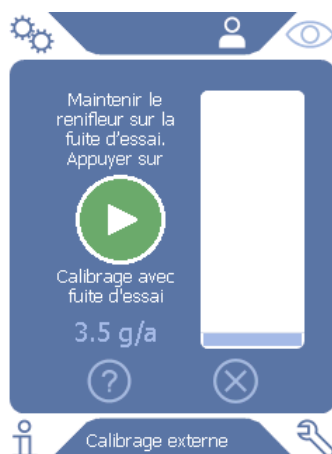

Fig. 14: Affichage pour le calibrage externe
- 2 Saisissez le taux de fuite pour calibrer le gaz de test et confirmez avec . Alternativement, réglez le taux de fuite souhaitée sur la fenêtre de calibrage de l'écran tactile, voir "Fig. 14: Affichage pour le calibrage externe", page 45.